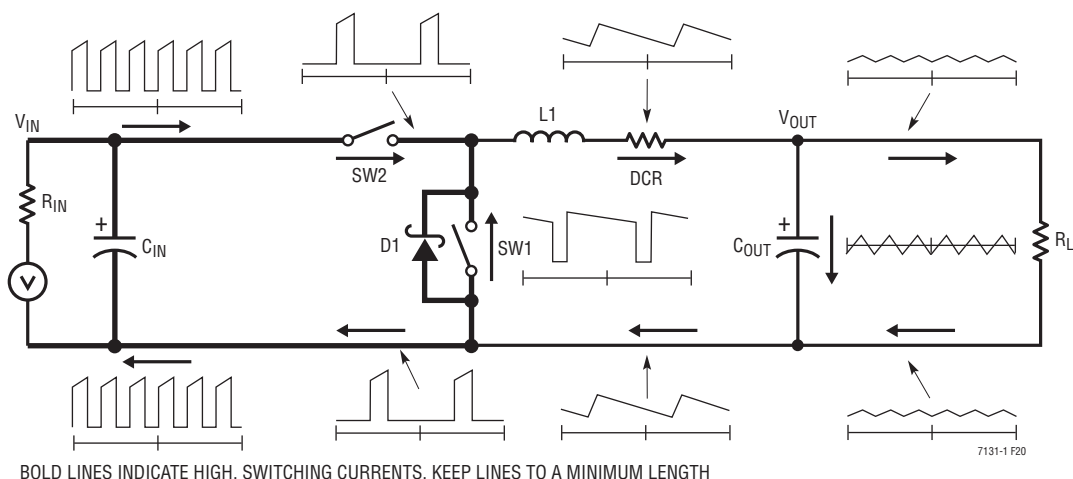

図20. 分岐電流波形
プリント回路基板をレイアウトするときは、以下のチェックリストを使用して、このデバイスが正しく動作するようにします。これらの項目は、図20のレイアウト図にも図示されています。プリント回路基板のレイアウトでは、以下の項目をチェックしてください。
6. 図20に、スイッチング・レギュレータのすべての枝路電流を示します。電流波形を調べると、スイッチング電流が大きな経路の物理的サイズを小さく抑えることがなぜ重要かが明らかになります。これらのループからは、無線局が信号を送信するのと同じように強い電磁界が放射されます。出力コンデンサのグラウンドは、入力コンデンサの負